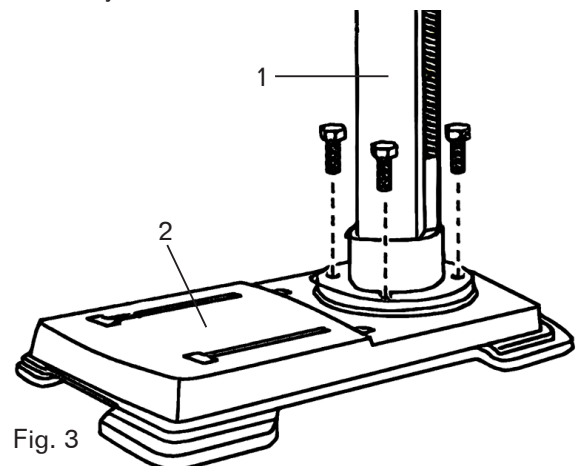

Fig. 3
### FIJACIÓN DE LA COLUMNA A LA BASE (FIG. 3)
1. Coloque el conjunto de la columna (Fig. 3 - 1) sobre la base (Fig. 3 - 2), alineando los orificios de soporte de la columna con los orificios de la base.
2. Instale un perno de cabeza hexagonal (Fig. 3 - 3) en cada orificio de soporte de la columna y apriete los pernos con la llave ajustable (no incluida).